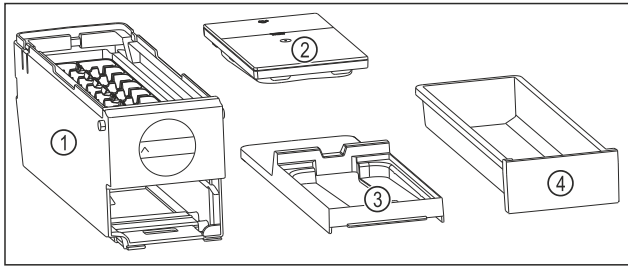

Fig. 194 Bestandteile des EasyTwist-Ice
- ▷ EasyTwist-Ice ist in vier Teile zerlegt. (siehe Fig. 194)
- ▶ EasyTwist-Ice nur in abgebildete Bestandteile zerlegen. (siehe Fig. 194)
- ▶ EasyTwist-Ice-Korpus Fig. 194 (1) als Ganzes reinigen.